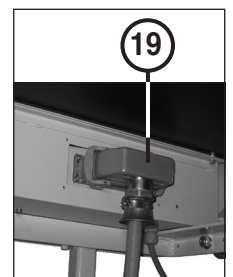

Abb. 9
- 19 = Steckdose (Abb. 9)
4. Den Anschlußstecker des Verdichters in die an der rechten Gehäuse-Innenwand des Shredders befindlichen Steckdose (19) einstecken und verriegeln (Abb. 9).